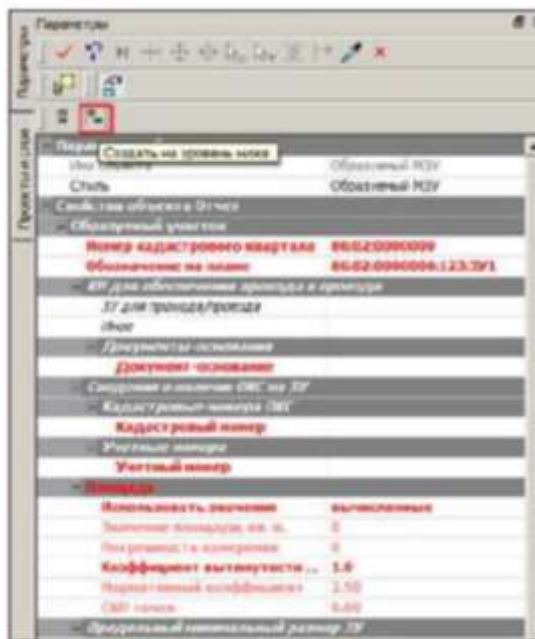

Рисунок 17– Параметры
- Не применяя метода создания МК ЗУ (рис. 17) нажмите кнопку **Создать на уровень ниже** на панели инструментов: